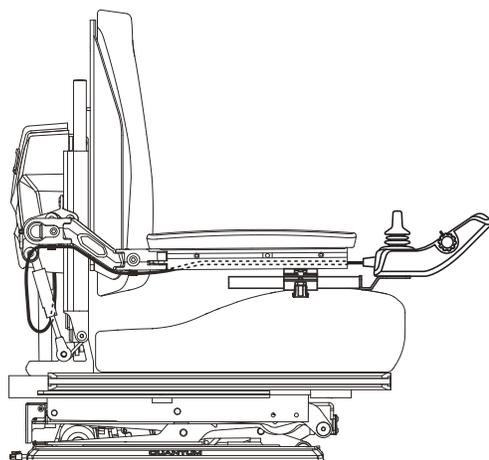

Figura 6. Centralina diretta su un TRU-Balance® 3
4. Installare la centralina ed inserire il cavo nella parte posteriore della base della base elettronica. Vedere la figura 6 o 7.